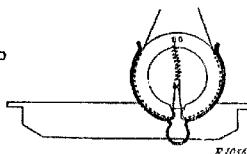

Fig.5
Voordat men het chassis uit de kast verwijderd, moet na verwijdering van de bodemplaat de aandrijfsnaar met de speciale beugel op de aandrijftrommel worden vastgerezet (zie fig.5).
2. De nieuwe saar voorzichtig met de speciale beugel vastzetten op de sandrijftrommel (zie fig.5).